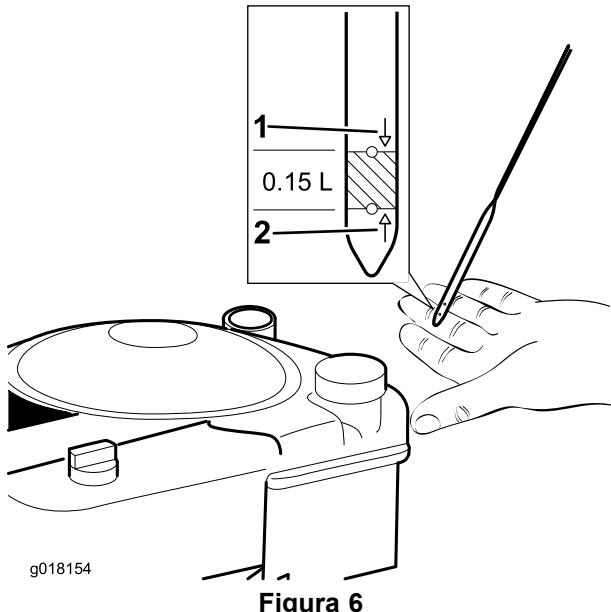

Figura 6
2. Vierta aceite **lentamente** en el tubo de llenado de aceite, espere 3 minutos, y compruebe el nivel de aceite en la varilla limpiándola e insertándola a fondo en el tubo (Figura 6).
3. Llene el motor con aceite hasta que la varilla indique que el nivel del aceite del motor es correcto, según se muestra en Figura 6. Si usted llena demasiado el motor, vacíe el exceso de aceite según se indica en Cómo cambiar el aceite del motor.
1. Retire la varilla (Figura 6).